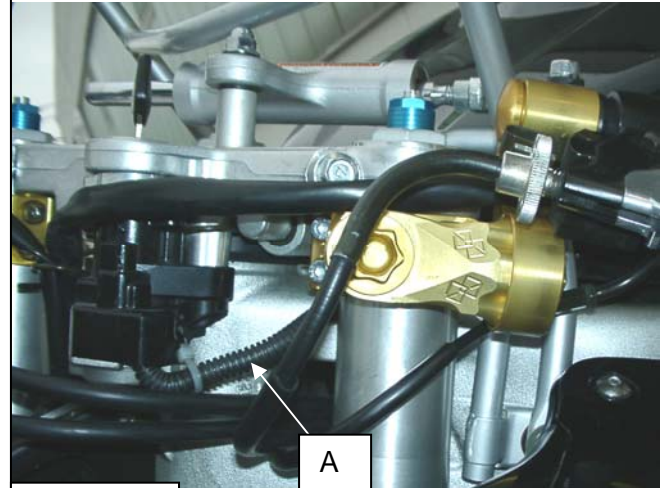

Bild 1
- 4) Gaszüge links unter dem Kabel des Zündschlosses verlegen (Bild 1 [A]) , und rechts hinter dem Bremsschlauch .siehe Bild 2 [B].